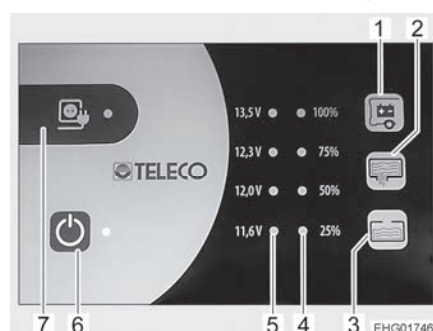

Fig. 154 Panneau de contrôle (TP 310)
La DEL jaune près du symbole de raccordement électrique " (Fig. 154,7) est allumée quand le véhicule est raccordé à une tension réseau externe. La DEL reste allumée quand le panneau de contrôle est éteint.
- ▷ Pour des raisons de sécurité, l'interrupteur principal 12 V (Fig. 154,6) ne peut pas être mis en marche lorsque le moteur du véhicule est en marche, afin d'empêcher toute manipulation du panneau de contrôle pendant la conduite.
L'interrupteur principal 12 V (Fig. 154,6) établit ou coupe le panneau de contrôle et l'alimentation 12 V de la cellule.
- Appuyer sur l'interrupteur " (Fig. 154,6) : L'alimentation 12 V de la cellule est assurée. La DEL s'allume en vert.
- Appuyer de nouveau sur l'interrupteur " (Fig. 154,6) : L'alimentation 12 V de la cellule est coupée. La DEL s'éteint.
L'échelle DEL (Fig. 154,5) indique la tension de la batterie de cellule comme suit :
- Appuyer sur la touche " (Fig. 154,1) : La tension de la batterie de cellule est affichée.
L'échelle DEL (Fig. 154,4) indique le niveau de remplissage du réservoir d'eau fraîche ou de celui d'eaux usées.
Appuyer sur la touche "☰" (Fig. 154,2) : Le niveau de remplissage du réservoir d'eau fraîche est indiqué par les DEL allumées.
Appuyer sur la touche "☷" (Fig. 154,3) : Le niveau de remplissage du réservoir d'eaux usées est indiqué par les DEL allumées.